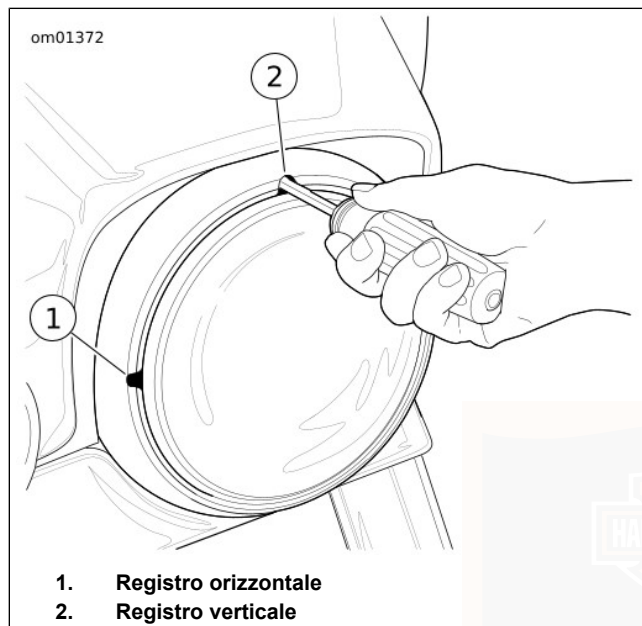

Figura 66. Registri del faro anteriore (tipico)
1. Vedere Figura 66. Usando le scanalature di registro nell'anello di rivestimento, inserire un cacciavite Phillips tra l'anello di rivestimento del faro anteriore e la guarnizione di gomma.